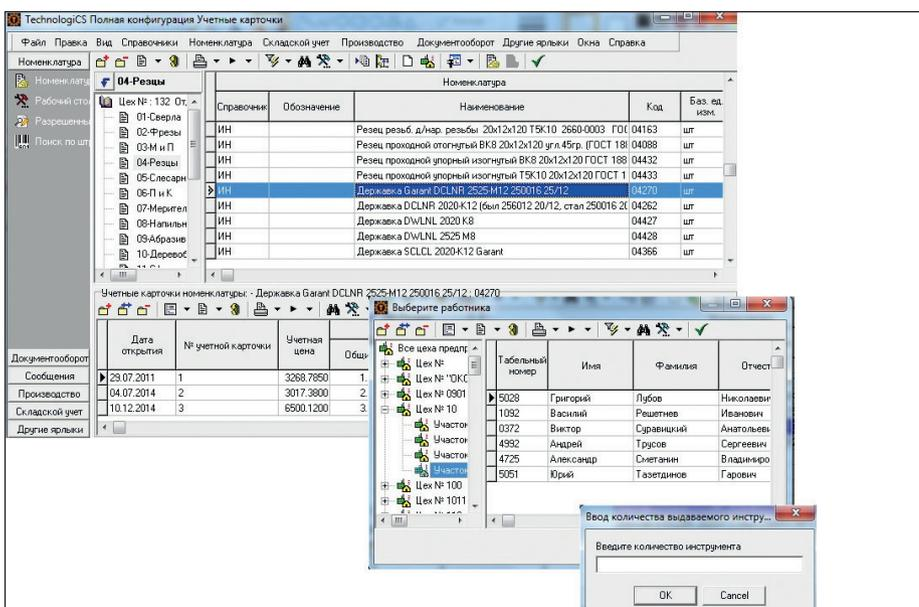

Рис. 3. Выдача номенклатуры на работника
**Выдача номенклатуры на работника** (рис. 3).